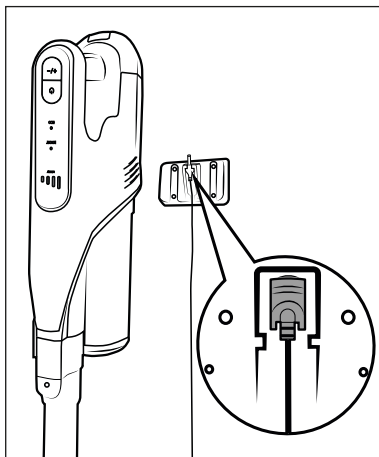

Fig. 6
- ◆ Coloque o aspirador no suporte de parede **18**, por cima, de modo que a ficha fêmea **11** fique encaixada na entrada de carregamento **3** na parte inferior do aparelho. O indicador de bateria **27** começa a piscar e o processo de carregamento é iniciado (ver fig. 6 e 7).